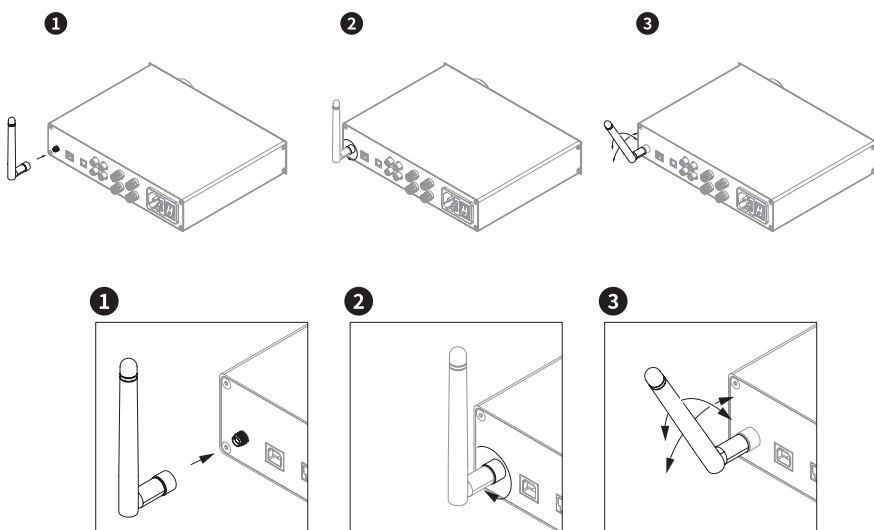

Figura 6. HA200 BT - Installazione dell' antenna BT.
- 1 Collegare il collegamento meno (-) dell’ altoparlante HiFi al collegamento meno (-) di un’ uscita dell’ amplificatore (Speaker Out) dell’ HA200 BT (la Figura 6 mostra l’ uscita destra come esempio).